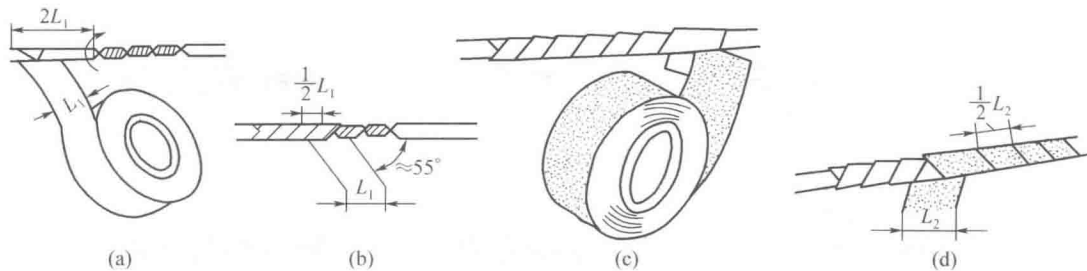

图 1-19 直线连接接头的绝缘恢复
(1) 首先将黄蜡带从导线左侧完整的绝缘层上开始包缠, 包缠两根带宽后再进入无绝缘层的接头部分, 如图 1-19(a) 所示。
(2) 包缠时, 应将黄蜡带与导线保持约 55° 的倾斜角, 每圈叠压带宽的 $1/2$ 左右, 如图 1-19(b) 所示。
(3) 包缠一层黄蜡带后, 把黑胶布接在黄蜡带的尾端, 按另一斜叠方向再包缠一层黑胶布, 每圈仍要压叠带宽的 $1/2$, 如图 1-19(c)、图 1-19(d) 所示。